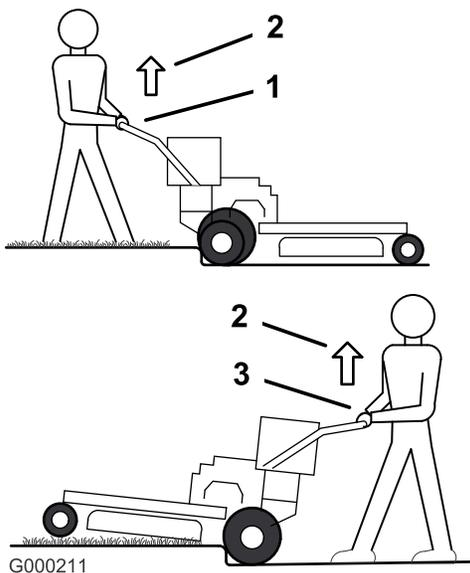
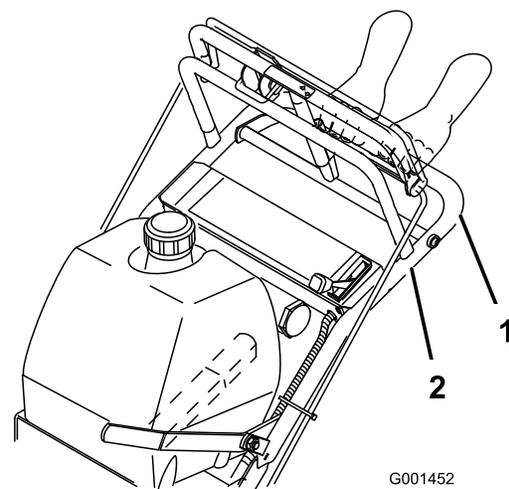

Figura 11
Figura 12
3. Conduzca la máquina hasta que las ruedas giratorias toquen el bordillo (Figura 11).
4. Levante la parte delantera de la máquina empujando el manillar inferior hacia abajo (Figura 11).
5. Conduzca la máquina hasta que las ruedas de tracción toquen el bordillo (Figura 11).
6. Baje la parte delantera de la máquina (Figura 11).
7. Al mismo tiempo, engrane la barra de control inferior y levante el manillar inferior para conducir la máquina por el bordillo (Figura 11 y Figura 12).
3. Haga retroceder la máquina hasta que las ruedas de tracción toquen el bordillo (Figura 11).
4. Al mismo tiempo, engrane la barra de control inferior y levante el manillar inferior (Figura 11 y Figura 12).